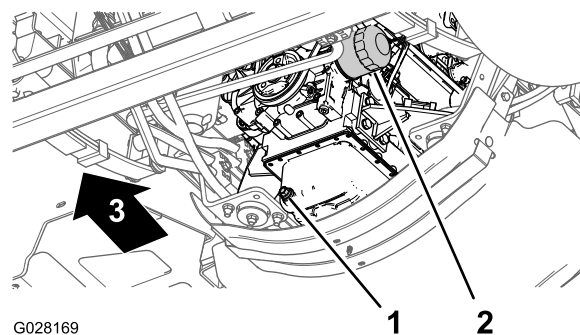

Figure 79
3. Placez un bac de vidange sous le filtre à huile moteur (Figure 79).
4. Retirez le filtre à huile usagé (Figure 79).
8. Posez le filtre à huile sur l'adaptateur et vissez le filtre dans le sens horaire jusqu'à ce que le joint en caoutchouc touche l'adaptateur, puis serrez encore le filtre d'un demi-tour (**Figure 79**).
1. Placez un bac de vidange sous le bouchon de vidange (**Figure 79**).
2. Enlevez le bouchon de vidange (**Figure 79**) pour permettre à toute l'huile de s'écouler.